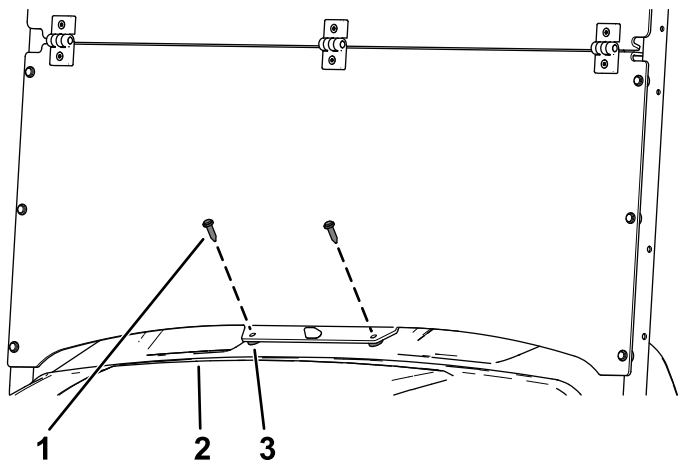

Figura 5
5. Prenda o fundo da parte inferior do para-brisas ao painel de instrumentos utilizando dois espaçadores de plástico e dois rebites de plástico compridos (Figura 5).